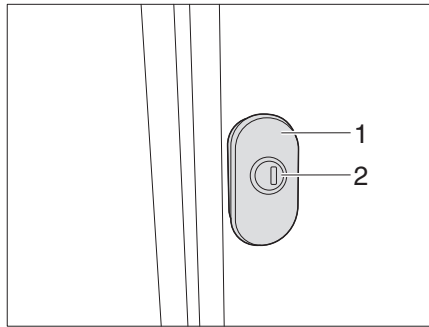
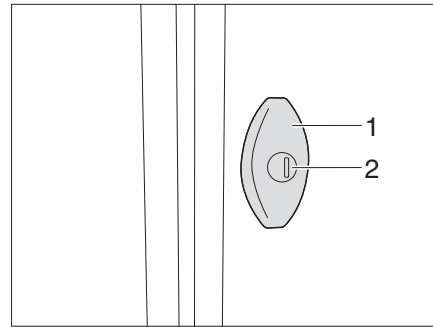

Fig. 56 Manopola di chiusura girevole (variante 1)
Fig. 57 Manopola di chiusura girevole (variante 2)
- Inserire la chiave nel cilindro della serratura (Fig. 56,2/ Fig. 57,2) e ruotare di un quarto di giro. La serratura dello sportello è sbloccata.
- Tirare la manopola di chiusura girevole (Fig. 56,1/ Fig. 57,1) e ruotare di 180° in senso antiorario. Lo sportello esterno è aperto.
- Per la variante 1: premere il cilindro della serratura (Fig. 56,2) finché si innesta. La serratura dello sportello è bloccata.